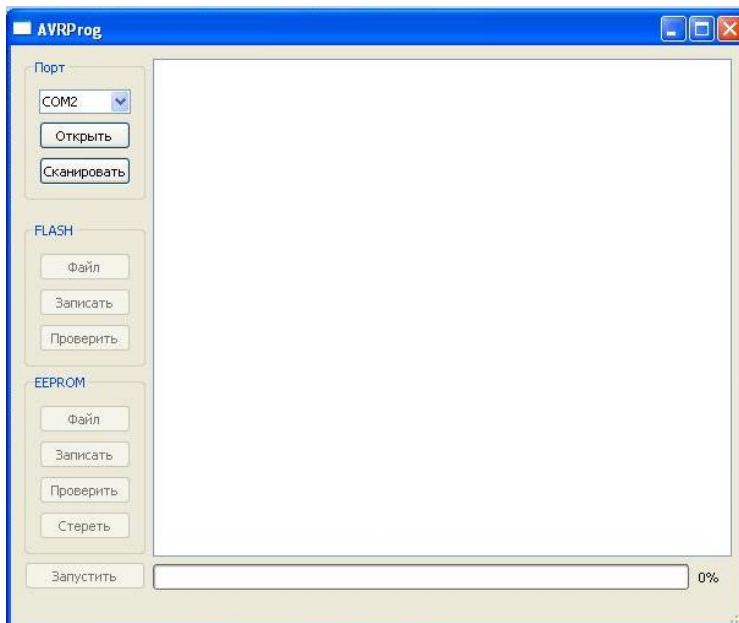

Рис.2
2. Закройте программы, использующие порт, к которому будет подключен модем. Нажмите кнопку “Сканировать” в окне программы. Выберите номер ком-порта, к которому будет подключен модем (рис.2)